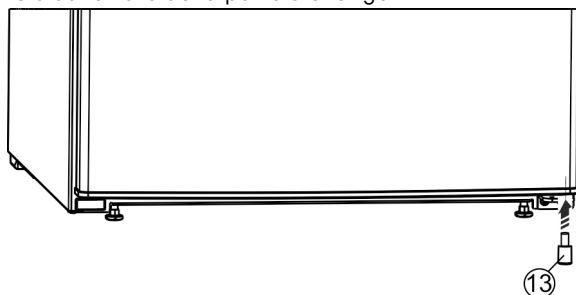

Fig. 26 \*
- Replacer la butée Fig. 26 (13) en bas à droite sur la porte, car elle joue un rôle important pour la stabilité de l'appareil.\*